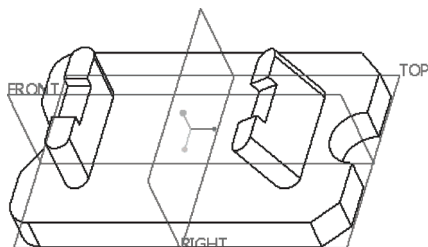

图 8-20 移动结果
8) 在“移动”选项卡中单击  (完成) 按钮, 移动结果如图 8-20 所示。